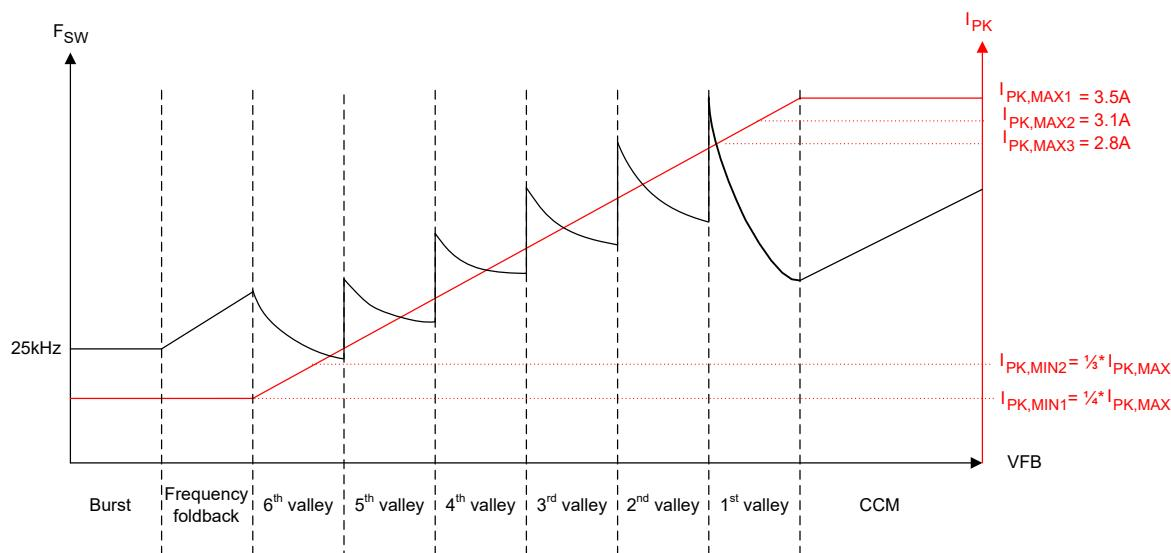
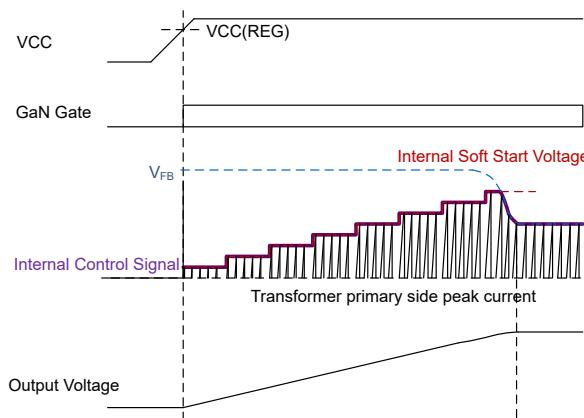

図 7-3. UCG2882x 制御規則
図 7-8. ソフトスタートシーケンス
したがって、UCG2882x では、各スイッチングサイクルで、ピーク電流スレッショルドに達した後に、1 次側 GaN HEMT がオフになり、不連続モード (DCM) 動作中に磁化リングで次のターゲットバレーでオンになります。1 次側ピーク電流とターゲットの瞬時値は、図 7-3 の制御規則に従って帰還 (FB) ピン電圧によって決定されます。FB ピンをオプトカプラコレクタに接続します。負の帰還ループは、出力で特定の  $V_{OUT}$  および  $P_{OUT}$  をサポートするために必要な値に FB ピンの電圧を設定します。後で説明するように、本デバイスはバースト、周波数フォールドバック、バレー スイッチング、連続導通モードの 4 つの動作モードのいずれかで動作できます。
図 7-3 に示す制御規則では、UCG2882x は最大ピーク電流  $I_{PK, MAX}$  を選択できる柔軟性を備えており、定格負荷および変圧器サイズでのスイッチング周波数に対して最適化できます。 $I_{PK, MAX}$  の各設定について、最小ピーク電流  $I_{PK, MIN}$  に対して  $1/3$  または  $1/4$  のスケーリング比を使用できます。この  $I_{PK, MIN}$  値によって、フライバックコンバータが周波数フォールドバックまたはバーストモードで動作しているときの軽負荷条件でのスイッチング周波数および損失が決定されます。 $I_{PK, MAX}$ 、 $I_{PK, MIN}$  のすべての値について、式 1 のとおり、制御規則のピーク電流と帰還電圧の勾配は同じに変わりません。表 7-6 に、表 7-3 のさまざまなピーク電流設定に対する、異なるモード間およびバレー間で遷移するためのスレッショルド電圧を示します。
UCG2882x は、スイッチング損失を低減するため、ソフトスイッチングとバレーでの 1 次側 FET ターンオンで動作するよう設計されています。コンバータは、ピーク負荷過渡時を除き、バレー スイッチングで動作します。ピーク負荷過渡時には、CCM モード (CDX ピンを使用して有効化されている場合) に制御が移行する場合があります。バレー スイッチングモード中、目標バレーおよびピーク電流スレッショルドは 図 7-3 および 式 1 の制御規則によって制御されます。
図7-3に示すように、出力電力が増加して最初のバレーQR動作の境界に達すると、制御は $I_{PK}$ を選択された最大値 $I_{PK, MAX}$ にクランプし、CCMモードで2次側導通時間 $T_{OFF}$ の減少を開始します。この $T_{OFF}$ 時間の減少は、FBピンの電圧がQRモードのオフ時間の50%まで上昇することに比例して、QRモードの出力電力供給能力の最大1.5倍に達します。CCMモードでは、1次側磁化インダクタンス $L_M$ を使用し、CCMモードで周波数クランプに当たらないよう十分な大きさで、またアプリケーションの要件に応じて出力電圧リップルを増大させる可能性のある低調波発振を避ける必要があります。長時間の出力電力過渡に対して、コンバータは10ms CCMタイムが満了した後に最初のバレーQRモードに戻り、QRモードで動作している間、QRおよびCCMモードの遷移点で可能な最大の出力電力を供給し続けます。表7-5の値に応じて、CDXピンとGNDの間に抵抗を接続してCCMモード動作を有効化または無効化できる柔軟性があります。
フライバックコンバータがオンになると、0V の出力電圧で起動します。低電圧によって、フィードバック電圧 FB が最大値にクランプされ、過負荷保護がトリガされる可能性があります。クランプを防ぐため、UCG2882x はソフトスタートモードで起動します。図 7-8 に示されているように、この期間中、内部 FB 電圧ランプは 0V から最大値 (4ms) まで 8 ステップ増加します。内部 FB ランプの最大値は、FB ピン電圧が  $I_{PK, MAX}$  の 80% に相当する値であり、IPK ピンのさまざまな抵抗設定に対して変化します。ソフトスタート中は、この内部ランプ電圧のうち小さい方と実際の FB ピン電圧を使用して、図 7-3 の制御規則でデバイスの動作点を決定します。4ms の終わりに内部 FB ランプ電圧が最大値に達すると、出力レギュレーション用に制御が FB ピン電圧に転送されます。ソフトスタートシーケンスは、起動時、またはフォルト (自動再試行またはラッチ) およびブラウンアウト状態から回復するたびに実行されます。最小周波数クランプは、ソフトスタート時にのみ 10kHz に変更されます (その他の場合は、通常動作中 25kHz)。10kHz の最小周波数クランプは、起動時にバレーが欠落しており、制御法則により、出力コンデンサを充電するために、最後のターンオンエッジから 100μs ごとに 1 次側 GaN HEMT のターンオンが強制される場合に役立ちます。